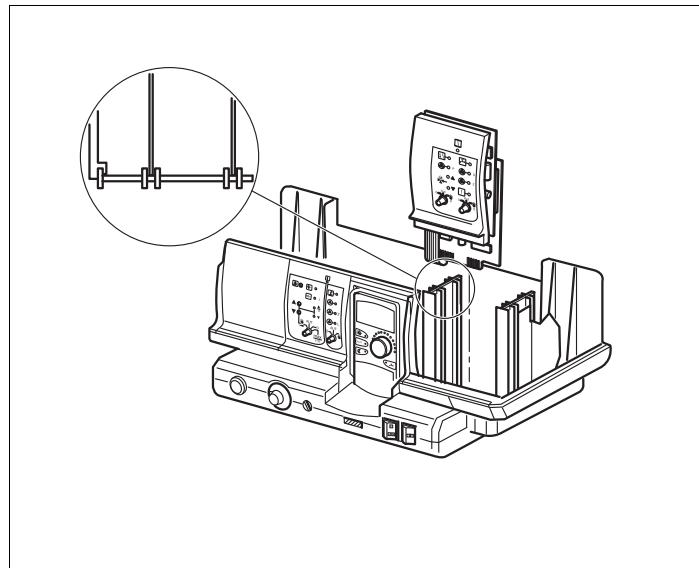

Рис. 15 Установка и демонтаж модуля
- ▶ Вставьте новый модуль до ощущимого защелкивания сверху в свободное гнездо, нажимая на планку датчиков (→ рис. 15).
- ▶ Вставьте новый модуль до ощутимого защелкивания сверху в свободное гнездо, нажимая на планку датчиков (→ рис. 15, стр. 31).